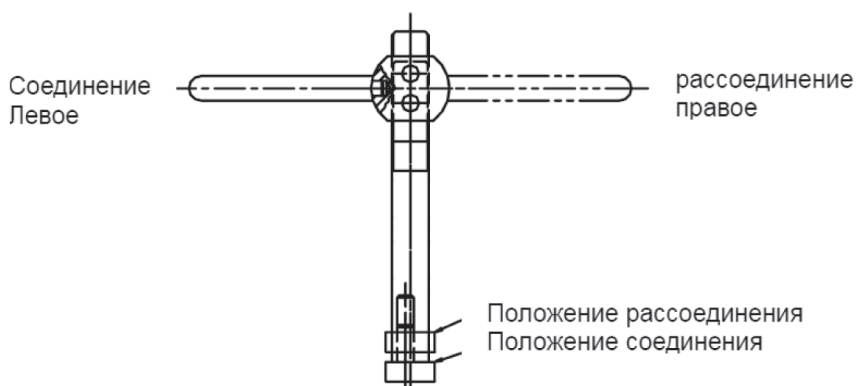

Рис. 2.9. Рычаг сцепления гидравлического насоса.
2.3.6. Гидравлический насос рычага сцепления (рис. 2.9.)